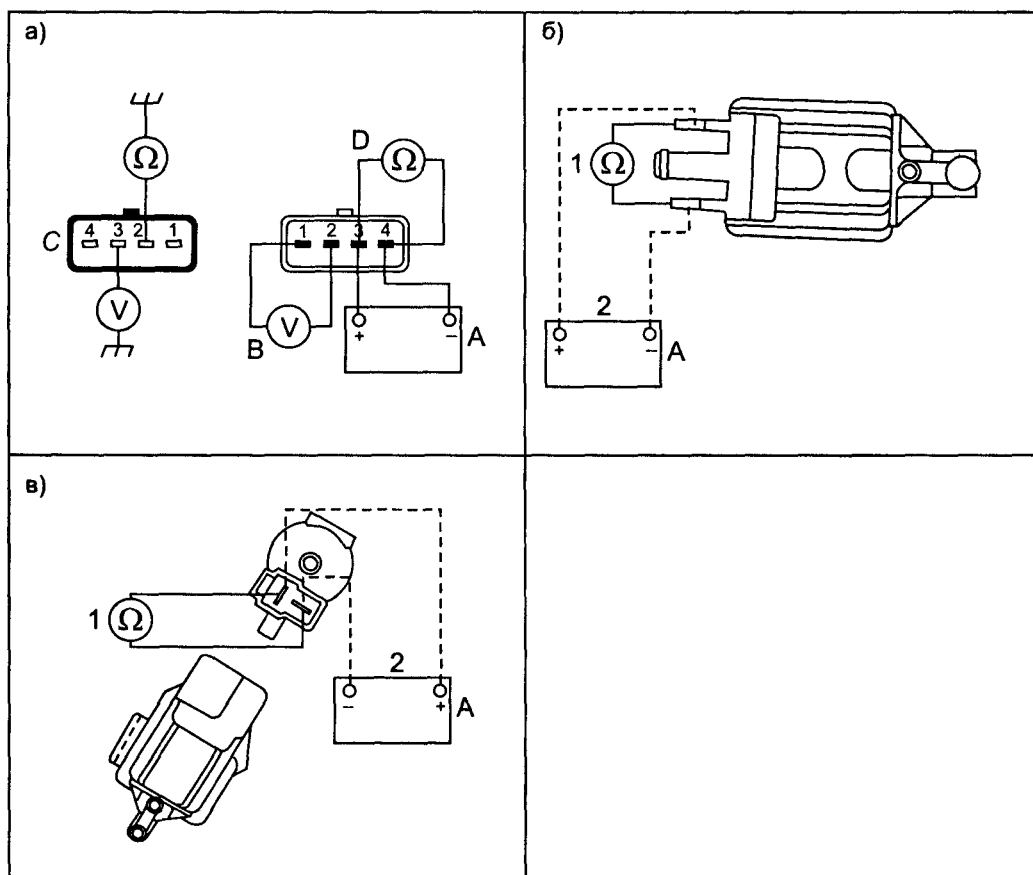

Рис. 2.6.13. Система контроля выпуска
жгута (см. рис. 2.6.13а — С). Если есть несоответствие — проверяют предохранители F2, F15, реле K46 и соответствующие соединения;
- проверяют сопротивление обмотки нагревателя (контакты 3, 4 разъема λ -зонда, см. рис. 2.6.13а — D), его величина должна быть в пределах 7...40 Ом;
- собирают диагностическую схему (см. рис. 2.6.13а);
- проверяют сопротивление обмотки соленоида клапана EGR, контакты 1, 2 разъема клапана (см. рис. 2.6.13б) — его величина должна быть в пределах 62...74 Ом;
- используя внешний источник, проверяют срабатывание клапана EGR. При подключении напряжения +12 В (см. рис. 2.6.13б) клапан закрывается, при отключении — открывается. Для контроля состояния клапана его можно продувать.
- отключают разъем клапана EVAP и проверяют сопротивление обмотки (см. рис. 2.6.13в) — его величина должна быть в пределах 62...74 Ом;